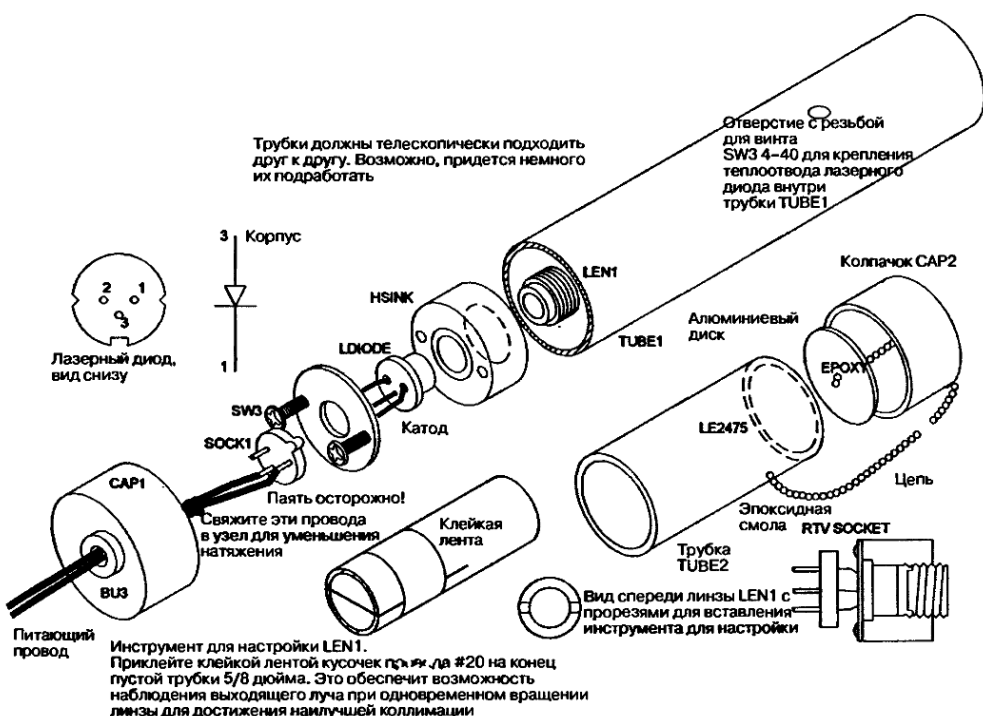

Рис. 9.9. Сборка лазерной головки и коллиматора
| TUBE1 | | Алюминиевая трубка 11,43×2,54×0,16 (толщина стенок) см, см. рис. 9.9 | |
| TUBE2 | | Алюминиевая трубка 5,71×2,22×0,16 (толщина стенок) см, см. рис. 9.9 | |
| HSINK1 | | Теплоотвод, прокладка и винты, см. рис. 9.9 | HSINK |
| CAP1,2 | 2 | Пластиковая крышка 2,54 см, см. рис. 9.9 | |
7. Соберите TUBE1 и TUBE2, как показано на рис. 9.9 и 9.10. Учтите, что эти части должны подходить друг к другу и образовывать телескопическую структуру.
С рис. 9.9